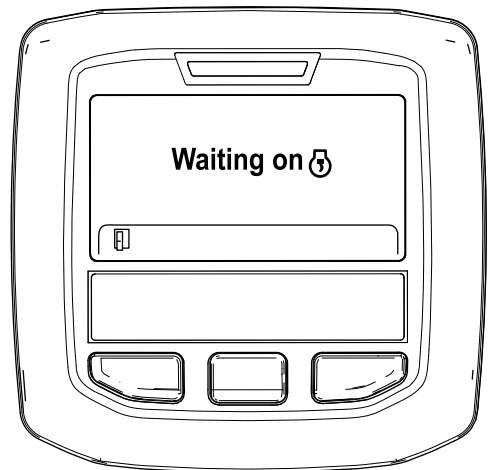

Bild 38
- B. Die Meldung „Waiting on“ wird angezeigt (Bild 38).